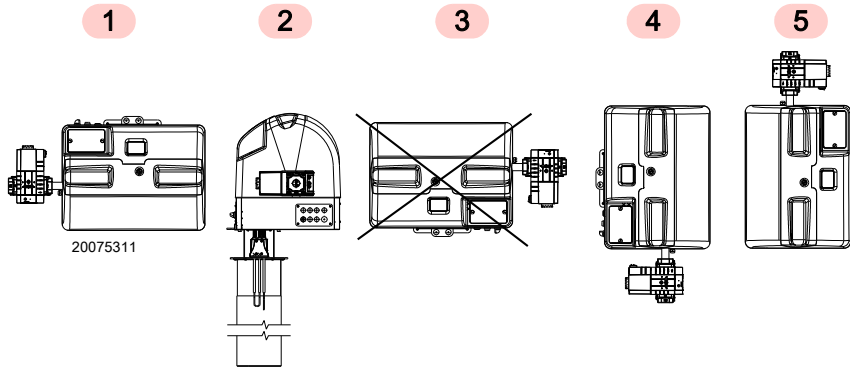

图 14
- 燃烧器设计为仅能安装在位置 1, 2, 4 和 5 (图 14)。
- 所有安装位置均要求安装燃气阀时, 线圈朝上或水平 (图 14)。